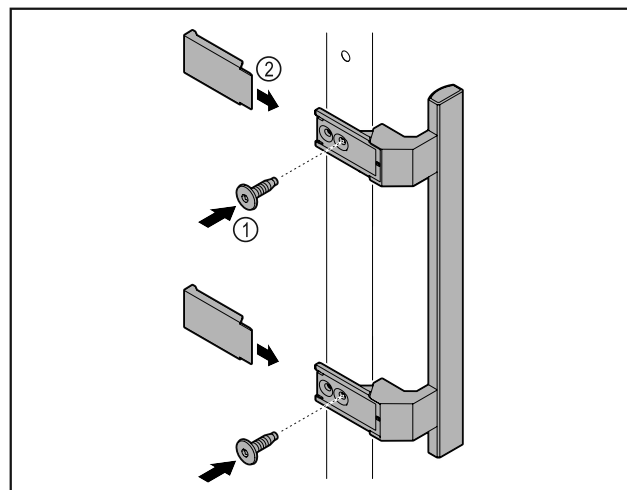

Fig. 2
- Zamontować uchwyt z dodatkowego opakowania na drzwiach przy użyciu dołączonych śrub Fig. 2 (1).
- Założyć ostonę Fig. 2 (2).